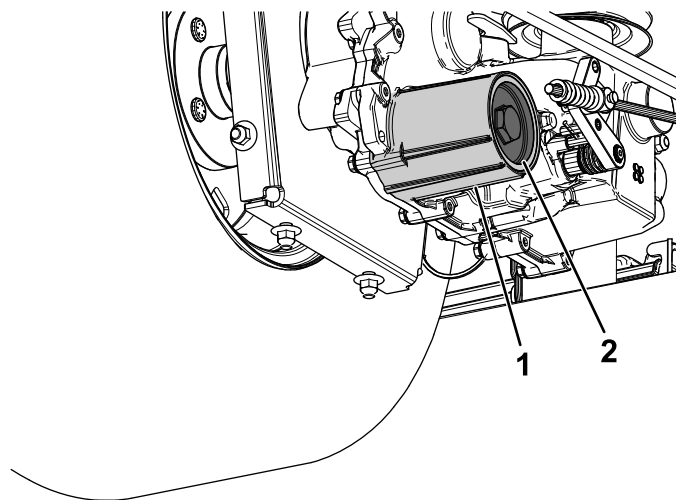

Figura 67
7. Remova a cobertura do filtro do fluido hidráulico do eixo da transmissão para drenar o fluido (Figura 67).